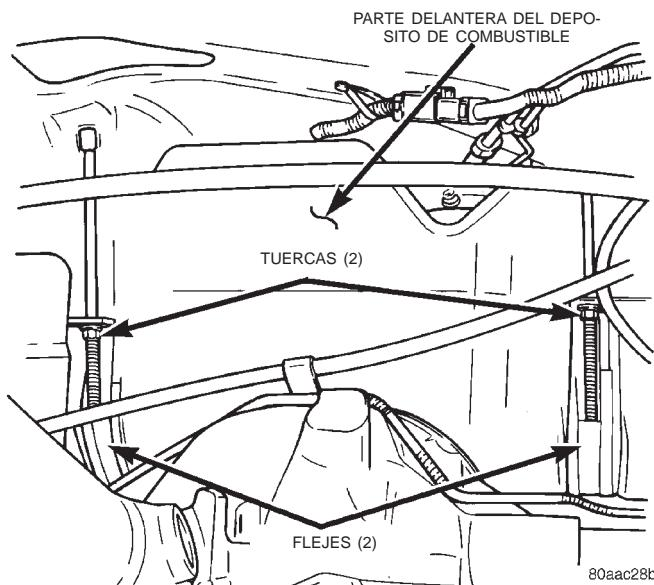
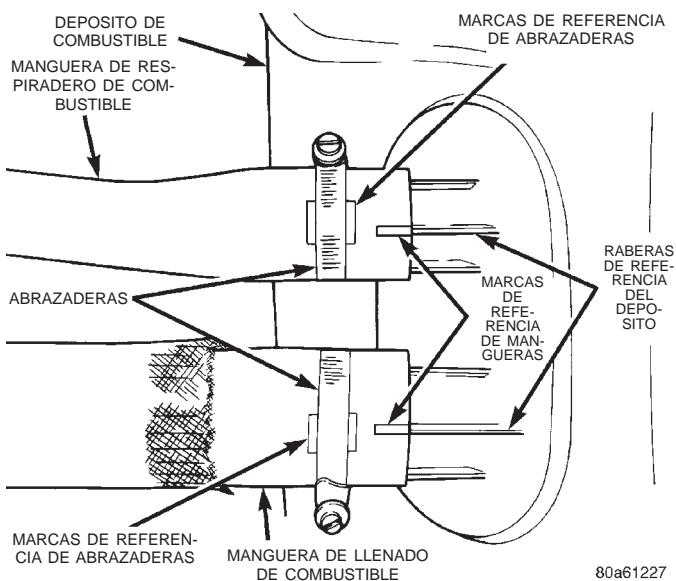

Fig. 36 Flejes/tuercas de instalación del depósito de combustible
Fig. 37 Marcas de referencia de manguera de respiradero/llenado de combustible
(12) Retire las dos tuercas de los flejes del depósito de combustible (Fig. 36). Coloque ambos flejes de soporte del depósito apartados del mismo.
(13) Con cuidado, baje el lado derecho del depósito mientras hace pasar ambas mangueras de combustible a través del orificio de acceso en la carrocería. **Depósito de combustible lleno y sin drenar empleando la herramienta de exploración DRB:** Para evitar la pérdida de combustible a través de las mangueras, mantenga el lado izquierdo del depósito más alto que el lado derecho mientras lo baja. No permita que las aberturas de las mangueras queden más bajas que la parte superior del depósito.
(14) Continúe bajando el depósito hasta que se separe del vehículo. Coloque el depósito sobre el suelo con el lado izquierdo (lado de las mangueras) más alto que el lado derecho.
(15) Drene el depósito sacando la manguera de llenado de combustible del depósito. La manguera de llenado es la más larga de las 2 mangueras (Fig. 37). Inserte la manguera de drenaje (de un dispositivo de dranaje de gasolina aprobado) dentro de la abertura de la manguera. Drene el depósito hasta vaciarlo.
(16) Si es necesario desmontar el módulo de la bomba de combustible, consulte Desmontaje e instalación del módulo de la bomba de combustible en este grupo para informarse sobre los procedimientos.
(1) Si se va a instalar el módulo de la bomba de combustible, consulte Desmontaje e instalación del módulo de la bomba de combustible en este grupo para informarse sobre los procedimientos.
(2) Instale las mangueras de llenado/respiradero en las conexiones del depósito. Para evitar que se retuerzan las mangueras, haga girar cada una de las mangueras hasta que la marca de referencia en la manguera quede alineada con la rabera de referencia en el depósito de combustible (Fig. 37).
(3) Instale las abrazaderas en las mangueras. Coloque las abrazaderas entre las marcas de referencia de cada manguera (Fig. 37).
(4) Coloque el depósito sobre el gato hidráulico.
(5) Suba el depósito en su posición mientras guía las mangueras de respiradero y de llenado de combustible a través del orificio de acceso en la carrocería.
(6) Continúe elevando el depósito hasta que quede emplazado en la carrocería.
(7) Fije los dos flejes de instalación del depósito de combustible y las tuercas de instalación. Apriete las tuercas con una torsión de 10 N·m (90 lbs. pulg.). No apriete en exceso las tuercas.
(8) Instale ambas mangueras de combustible en el tubo de llenado de combustible. Apriete las dos abrazaderas de retención.
(9) Emplace el protector de mangueras de combustible en la carrocería. Instale y apriete los 4 pernos de instalación.